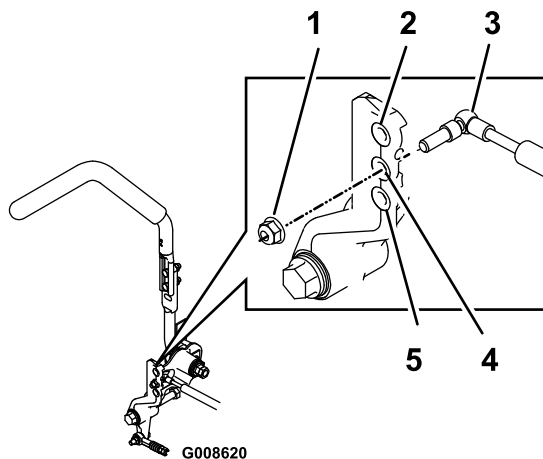

Figure 64
2. Retirez le contre-écrou, déplacez le boulon de fixation d'amortisseur à la position voulue, et remettez le contre-écrou en place. Pour les options de montage, voir Figure 64.